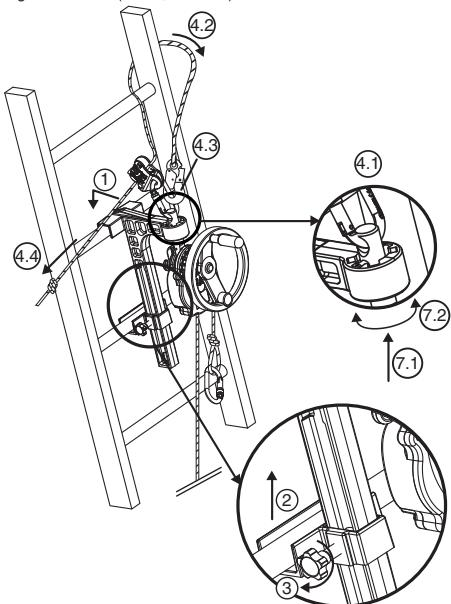

Abb.6
#### 6.3.2 Gerät DEROPE™ UP B (Abb.6)
1. Den großen verriegelbaren Adapter an der für die Rettung vorgesehenen Stelle über der zu rettenden Person an der Leitersprosse anbringen (Abb.6, 1).
2. Das Sicherungsgleitstück auf die Höhe der Sprosse bringen, die unmittelbar unter der Trägersprosse des großen Adapters liegt (Abb.6, 2).
3. Den Sicherungsbolzen des Gleitstücks mit Hilfe des Rändelknopfs an der Seite des Adapters festziehen (Abb.6, 3).
- Den Karabinerhaken der Einstellvorrichtung LCM 05 in der oberen Bohrung des Befestigungsbolzens befestigen (Abb.6, 4.1).
- Das Halteseil um die über dem Adapter gelegene Sprosse und um einen der Leiterholme führen (Abb.6, 4.2).
- Den Karabinerhaken des Halteseils am Karabinerhaken der Einstellvorrichtung LCM 05 befestigen (Abb.6, 4.3).
- Das Halteseil durch Ziehen am Leertrum spannen (Abb.6, 4.4).
7. Das DEROPE™-Gerät nach Bedarf ausrichten, indem die Position des Befestigungsbolzens in der Positionierungsvorrichtung geändert wird (Abb.6, 7.1 - 7.2).